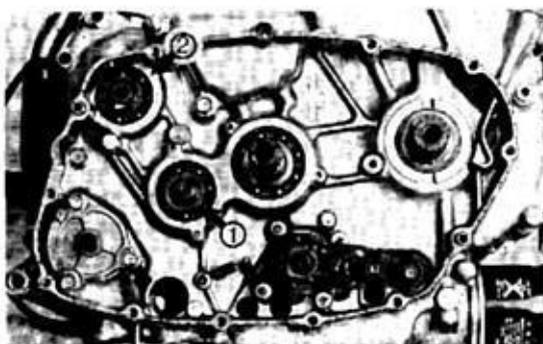

Bild 138
● Nebenwellen- und Abtriebswellenschraube (Bild 138) sollten schon bei eingebautem Motor gelöst worden sein (Kapitel 7). Falls nicht:
- Kardangelnk provisorisch aufschieben, damit Getriebewellen im Schraubstock oder mit «Engländer» am Kardangelnk blockiert werden können, um Schrauben ① und ② Bild 138 anzuziehen (oder bei eingebautem Motor mit Hintergradbremse blockieren).
- Nebenwellenschraube ① mit Linksgewinde (55 bis 65 Nm) und Abtriebswellenschraube ② (90 bis 110 Nm) anziehen.